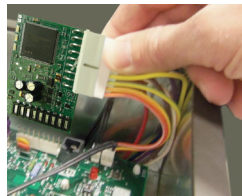

FIGURE 2
- 5. Insert the white 9-pin wire assembly connector into the white 9-pin connector on the side of the CC2 translator. (See Figure 2)**
5. Insérez le connecteur blanc à 9 fils dans le connecteur blanc à 9 broches sur le côté du translateur CC2. (voir Figure 2)
7. Insert the white 9-pin wire assembly connector into the white 9-pin connector on the side of the CC2 translator. (See Figure 2)
7. Insérez le connecteur blanc à 9 fils dans le connecteur blanc à 9 broches sur le côté du translateur CC2. (voir Figure 2)